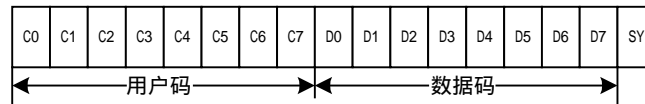

图 1 50462 的发射码的格式
AS50462 码型所发送的一帧数据中含有 16 位码,包含 8 位用户码和 8 位数据码及最后位的同步位。同步位 (SY) 是标志最后一位编码是“0”或“1”的标识位,它只有 0.26ms 的有载波信号构成。没有引导码,发射码的格式如下图 1 所示: